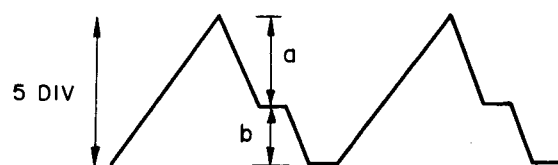

Fig. 11-5 Forme d'onde
3. Si la forme d'onde est semblable à celle de la Fig. 11-5, faire varier le gain de l'oscilloscope jusqu'à ce qu'elle soit en dents de scie avec 5 divisions crête à crête puis, en se reportant à la Fig. 11-5, régler VR1 jusqu'à ce que a à b soit égal à 3 à 2 (veiller à ce qu'aucun bruit ne gêne le réglage).